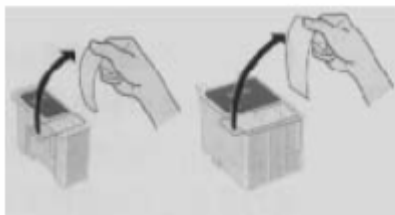

图 7.8 撕开墨盒封条
(4)打开墨盒包装,然后,只揭去每个墨盒的黄色胶带封条,如图 7.8 所示。